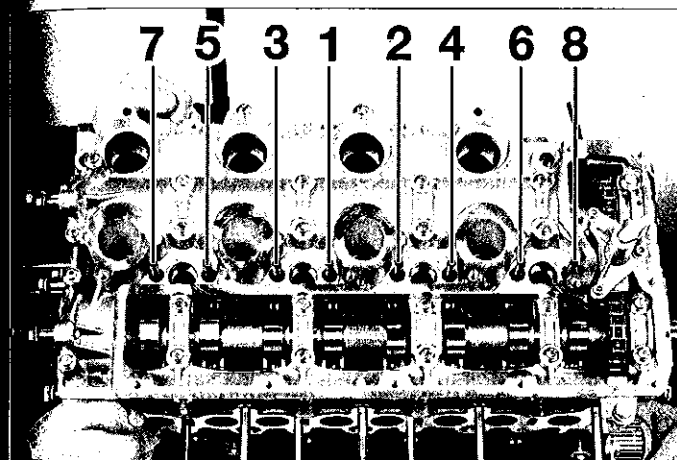

FIG.46
- Poser les colonnettes de fixation des injecteurs et les serrer dans l'ordre indiqué (Fig.46).